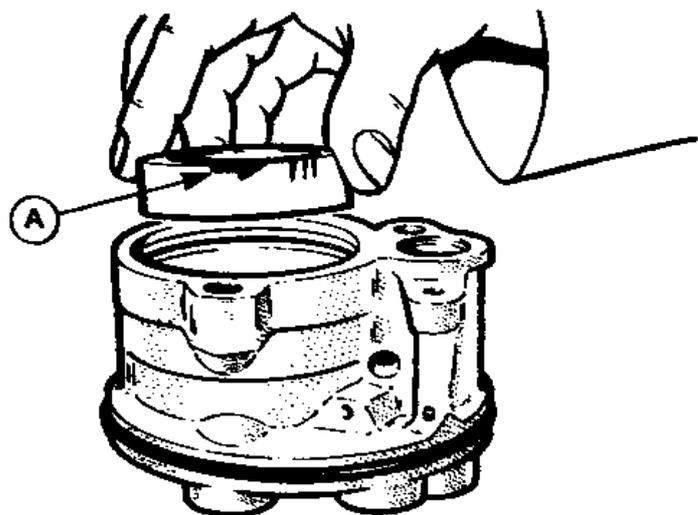

Рис. 11.64. Установка кольца насоса (Разд. 41)
19. Установите на контрольные штифты кольцо насоса. Стрелка на кольце должна быть сверху (Рис. 11.64). Установите десять лопастей в прорези ротора закругленными концами наружу и убедитесь, что они свободно скользят в прорезях.